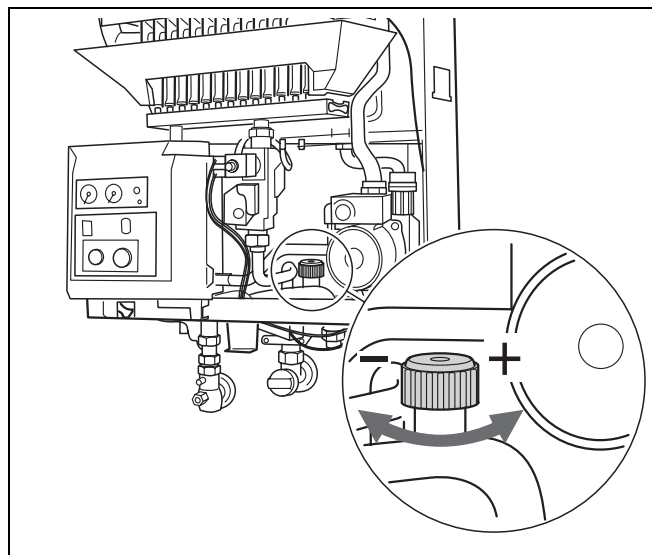

fig. 25 Limiteur de débit
- Procéder au réglage désiré du limiteur de débit (fig. 25):